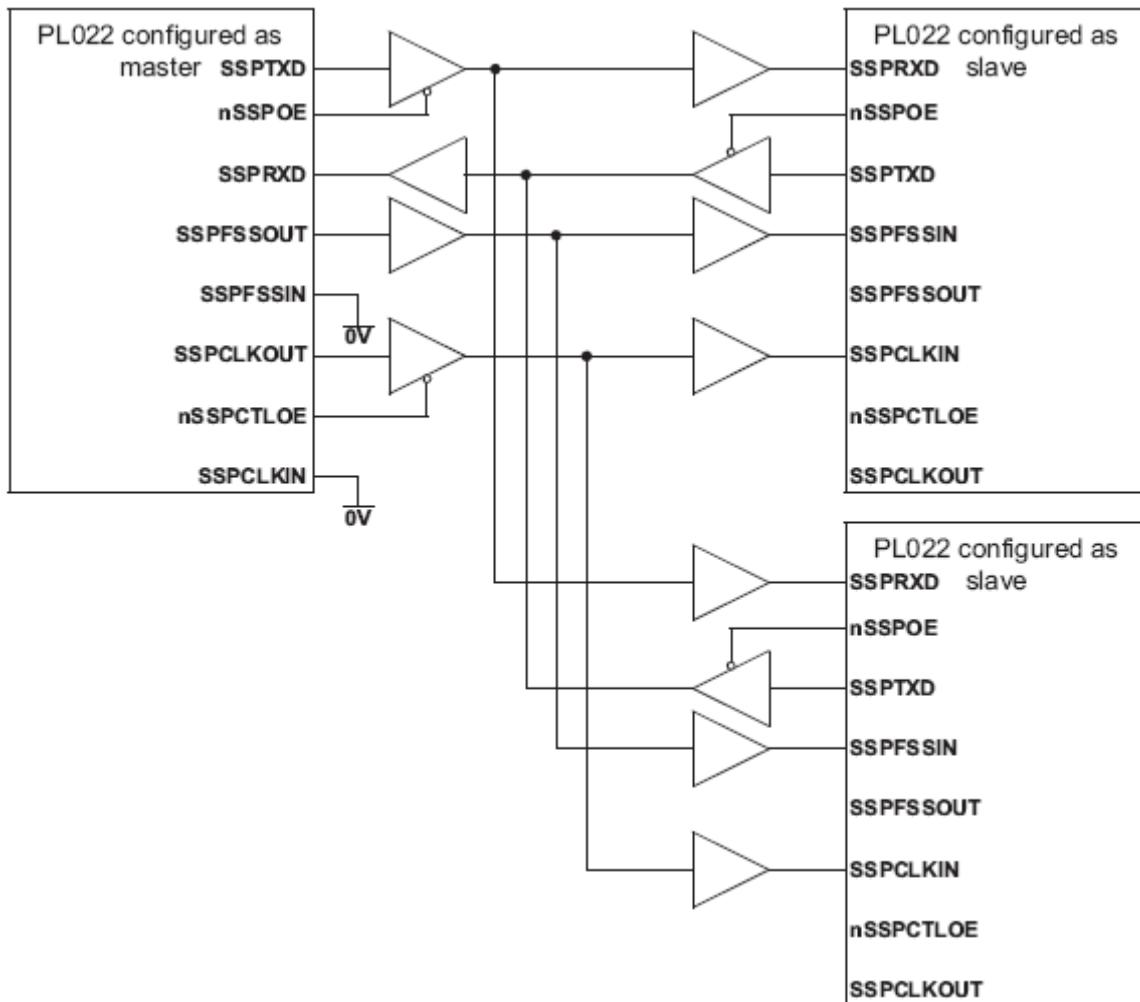
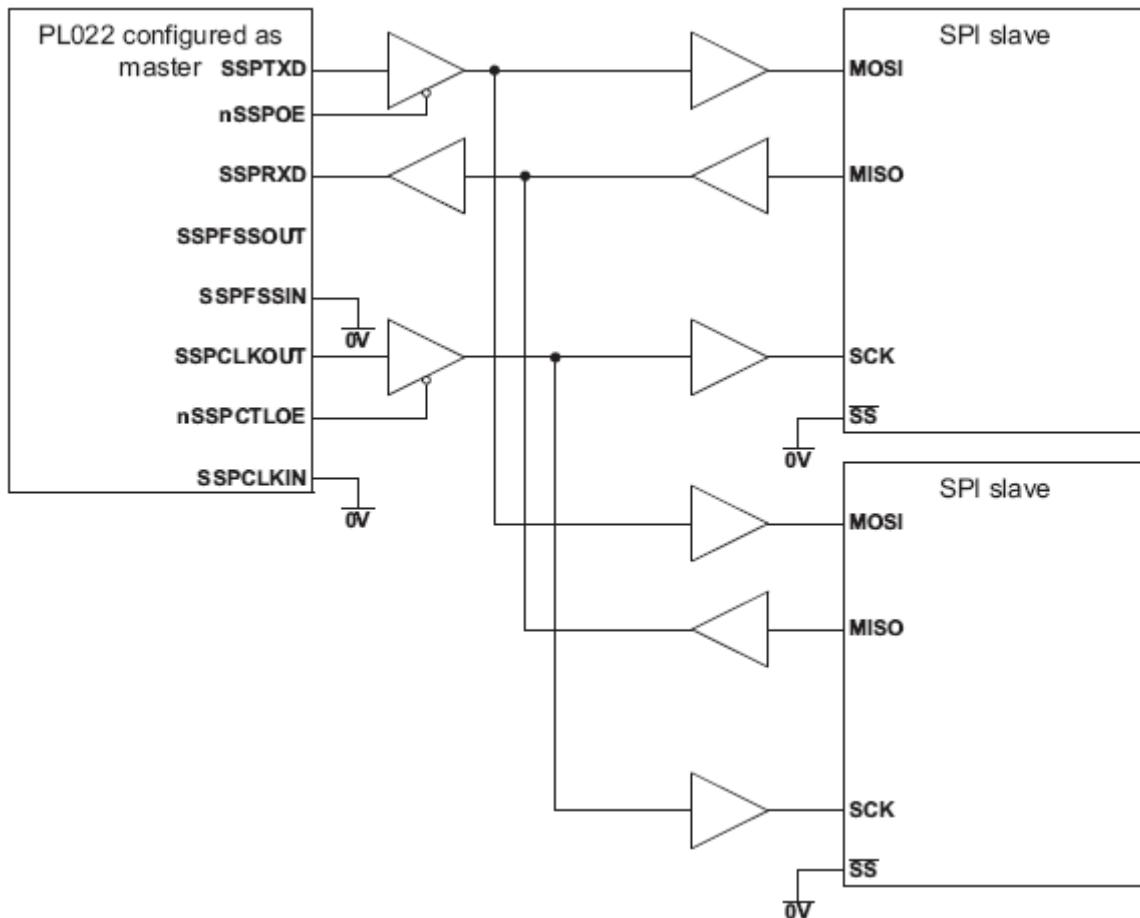
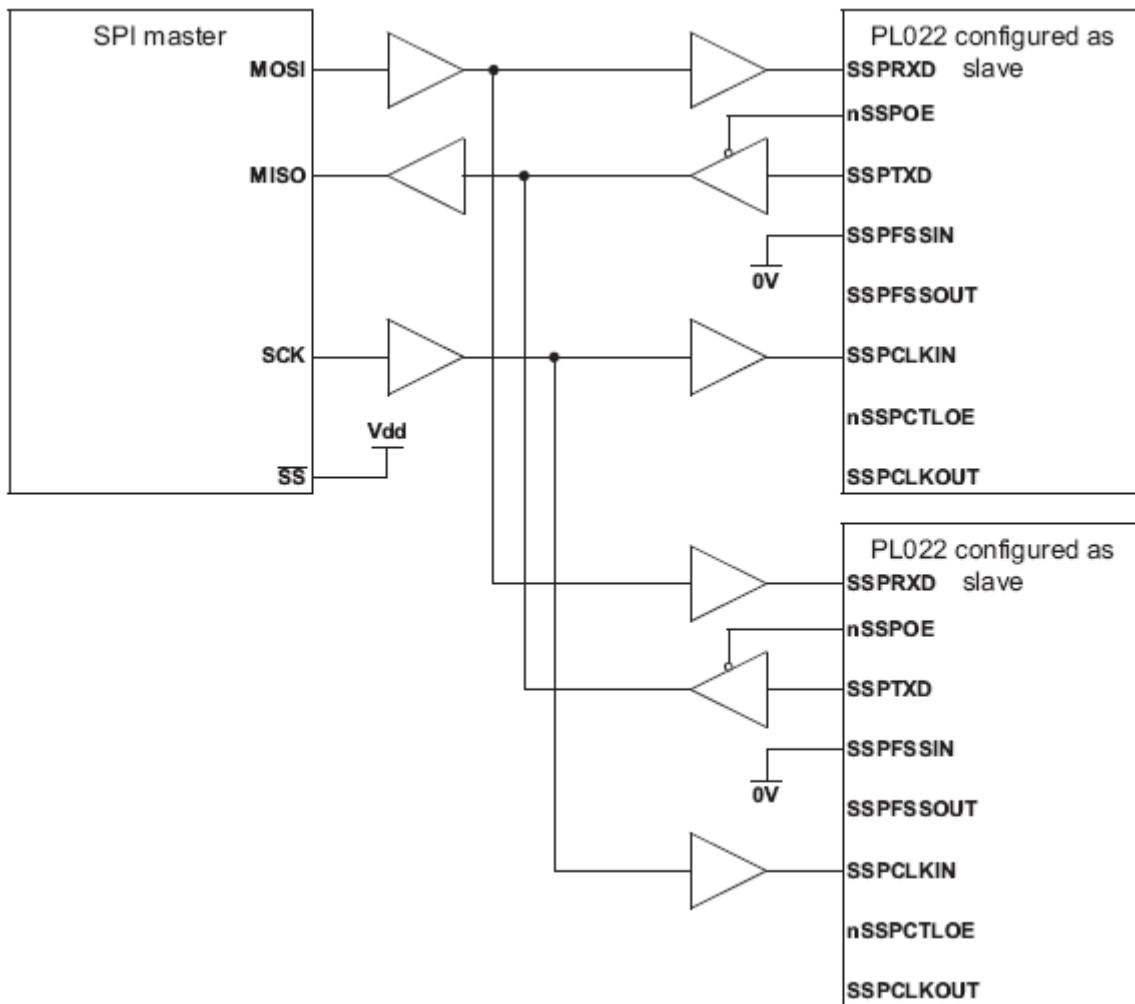

Рисунок 110. Ведущее устройство SSP подключено к двум ведомым
Рисунок 111. Ведущее устройство SSP подключено к двум ведомым, поддерживающим SPI
Рисунок 112. Ведущее устройство, протокол SPI, подключено к двум ведомым модулям SSP
На рисунках Рисунок 110, Рисунок 111 и Рисунок 112 показаны варианты подключения модуля SSP к периферийным устройствам, работающим в ведущем или ведомом режиме.
Рисунок 110 показывает совместную работу трех модулей SSP, один из которых сконфигурирован в качестве ведущего, а два – в качестве ведомых устройств. Ведущее устройство способно передавать данные циркулярно в адрес двух ведомых по линии SSP_TXD.
Рисунок 111 показывает подключение модуля SSP, сконфигурированного как ведущее устройство, к двум ведомым устройствам, поддерживающим протокол SPI фирмы Motorola. Внешние устройства сконфигурированы как ведомые путем установки в низкий логический уровень сигнала выбора ведомого устройства Slave Select (SS). Как и в предыдущем примере, ведущее устройство способно передавать данные в адрес ведомых циркулярно по линии SSP_TXD. Ответная передача данных на входную линию SSP_RXD ведущего устройства одновременно осуществляется только одним из ведомых по соответствующей линии MISO.
Рисунок 112 показывает ведущее устройство, поддерживающее протокол SPI фирмы Motorola, соединенное с двумя модулями SSP, сконфигурированными для работы в ведомом режиме. Линия Slave Select (SS) ведущего устройства в этом случае установлена в высокий логический уровень. Ведущее устройство осуществляет передачу данных по линии MOSI циркулярно в адрес двух ведомых модулей.